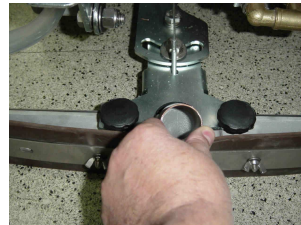

Figura 4
2. Deslice el secador hacia las ranuras del soporte (figura 4).